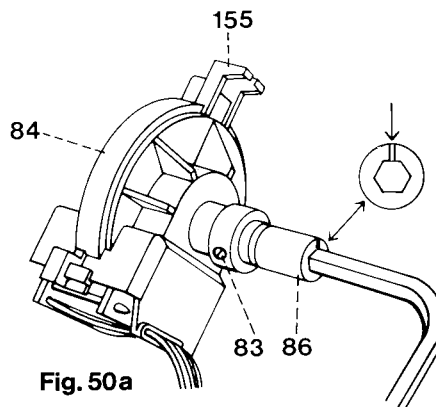

Fig. 50a
- Die Stellringschraube 83 des Positionsgebers 84 lösen (siehe Abb. 50a).
- Loosen screw 83 in the collar of synchronizer 84 (Fig. 50a).
- Desserrer la vis 83 de la bague d'arrêt du synchronisateur 84 (fig. 50a).